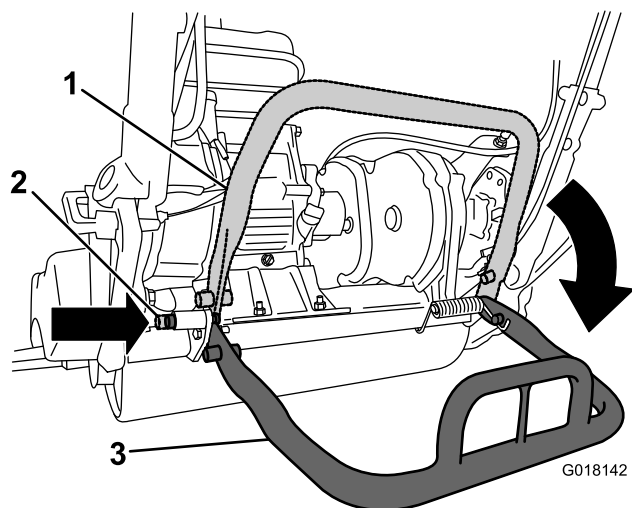

Рисунок 21
- Для предотвращения опрокидывания блока назад во время снятия колес опустите откидную ножку и нажмите на стопорный палец для фиксации ее в положении для обслуживания (Рисунок 21).